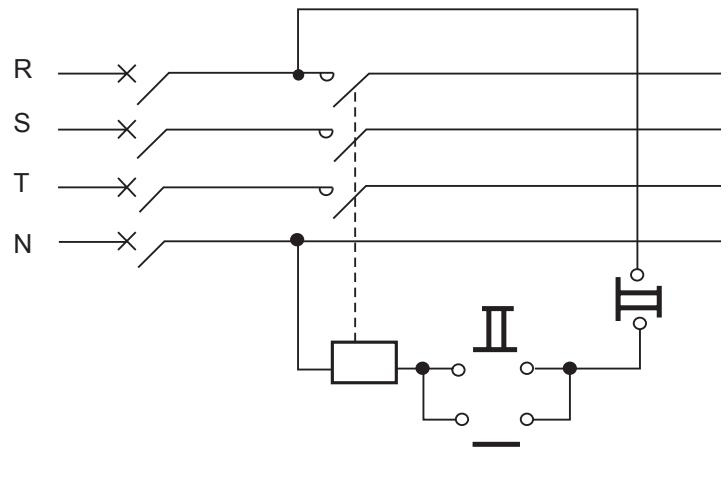

Fig. 2
- Minsta avstånd från last 20 cm (Fig. 2)
- Maximal längd utgångs linje 2 meter (Fig. 2)
- Минимальное расстояние нагрузки 20 см (рис. 2)
- Максимальная длина выходной линии равняется 2 метрам (рис. 2)
- Distância mínima da carga 20cm (Fig. 2)
- Comprimento máximo da linha da saída 2 metros (Fig. 2)